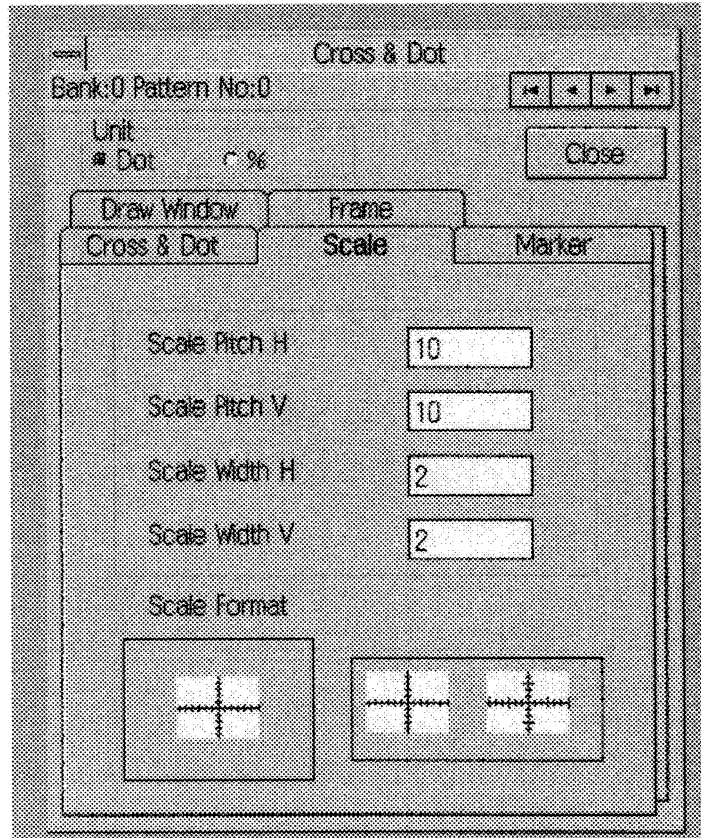

图4-28
* 「Scale」カード：クロスハッチにスケールを設定します（図4-28）。